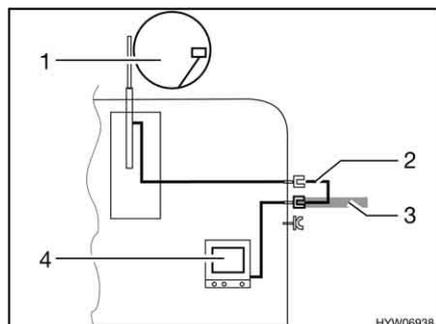

Fig. 174 TV en el vehículo
- TV en el vehículo (Fig. 174,4): Conexión a la antena del techo (Fig. 174,1) con el cable de conexión (Fig. 174,2)
- TV en el vehículo (Fig. 174,4): Conexión a antena externa (Fig. 174,3)